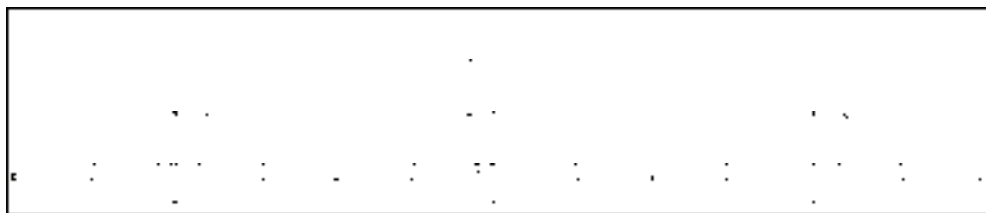

图 14-112 操作结果
4) 调用“直线”命令，绘制直线；调用“圆弧”命令，绘制圆弧，结果如图 14-112 所示。